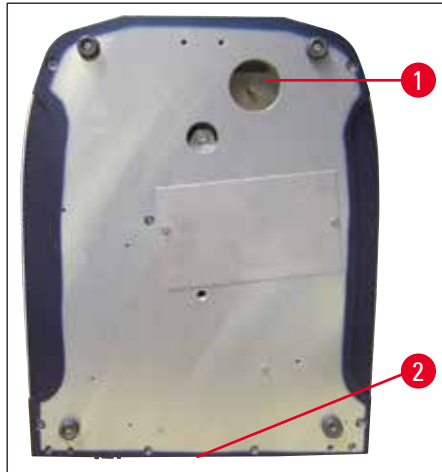

Bild. 7
- Instrumentets botten (→ Bild. 7).
- Anslut dräneringsröret (→ Bild. 7) till instrumentets botten (→ Bild. 7-1).